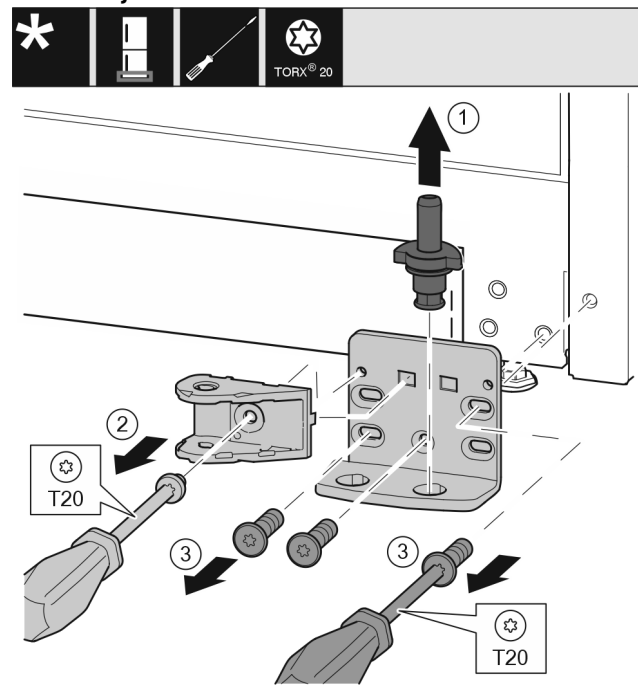

Fig. 34 *
- Izvucite podložak ležaja kompletno prema gore. Fig. 34 (1)*
- Odvijačem T20 odvijte vijke i skinite spojni element prigušivača zatvaranja. Fig. 34 (2)*
- Odvijačem T20 odvijte vijke i skinite podložak ležaja. Fig. 34 (3)*